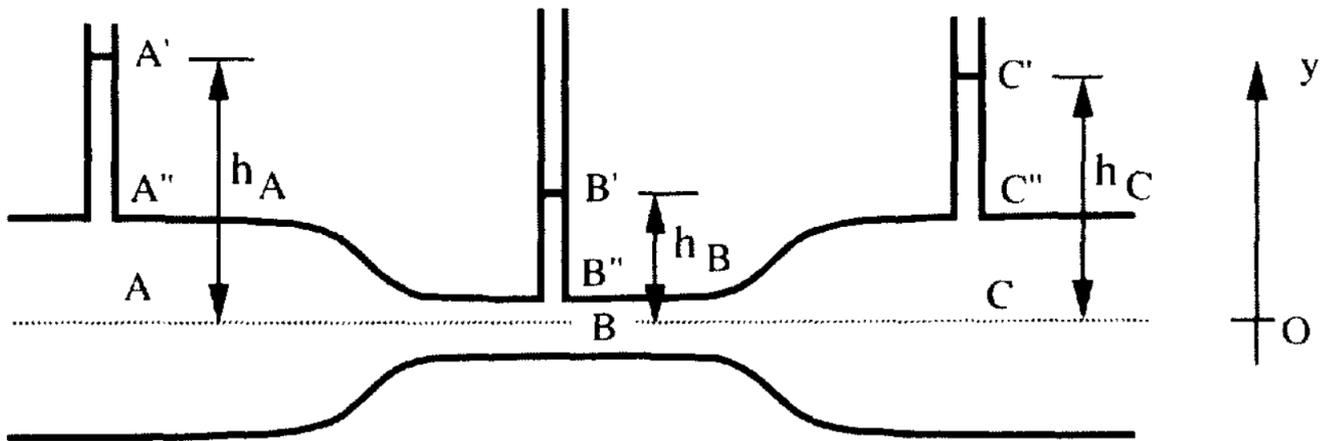

Figure 2: Schéma pour l'effet Venturi
En fait, on a une « perte de charge » due à la **zone d'eau morte** (voir figure (3)) dessinée sur la figure 2 qui vient du fait que le liquide ne peut pas suivre exactement la conduite juste après l'étranglement, ce qui est dû et à la viscosité et aux turbulences : de l'énergie y est dissipée.